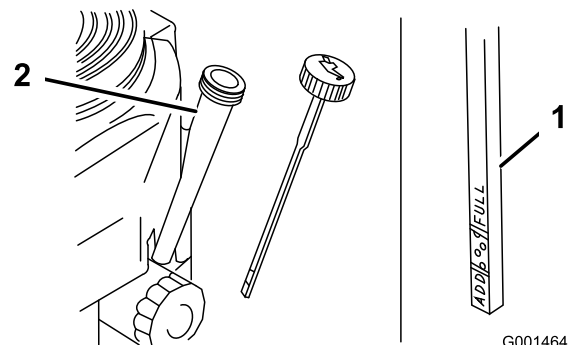

Figura 28
4. Limpie alrededor de la varilla de aceite (Figura 28) para impedir que caiga suciedad por el orificio de llenado y cause daños en el motor.
5. Desenrosque la varilla de aceite y limpie el extremo (Figura 28).
6. Deslice la varilla a fondo en el tubo de llenado, pero no la enrosque en el tubo (Figura 28).
- Vierta lentamente un 80% aproximadamente de la cantidad especificada de aceite por el tubo de llenado (Figura 28).